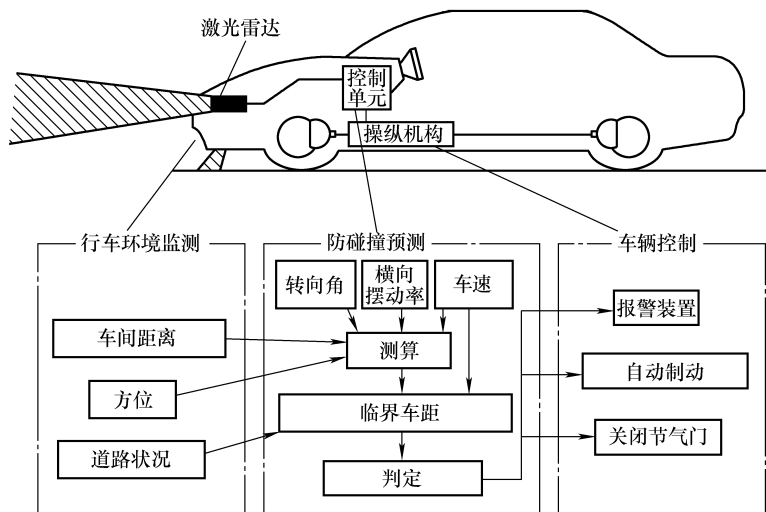

图 1-36 防碰撞控制系统的组成与原理
(1) 作用 防碰撞控制系统是一种主动辅助驾驶系统，通过综合感知驾驶室内外环境、车辆周围的障碍物、危险态势的及时检测并报警，为驾驶人或车辆系统获得足够的安全时间，从而阻止或减少碰撞情况的发生，达到安全行车的目的，沃尔沃汽车装备该系统。
(2) 组成与工作原理 如图 1-36 所示，防碰撞控制系统主要由行车环境监测、防碰撞预测和车辆控制三部分组成。